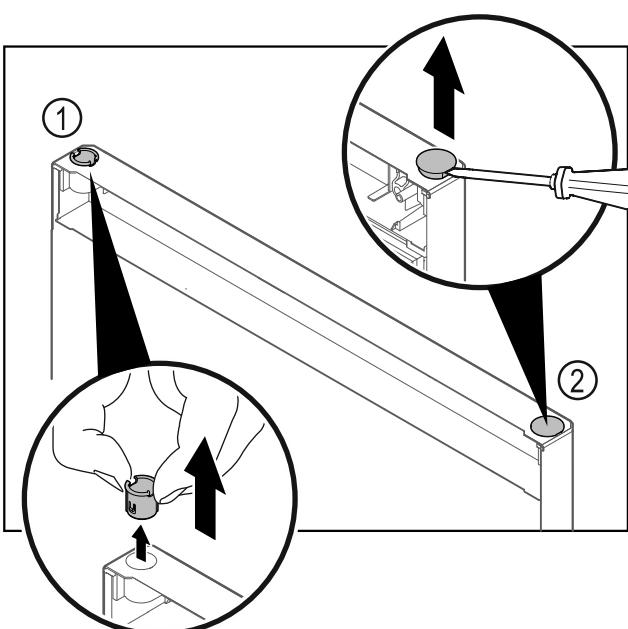

Fig. 28 Πόρτα τμήμα τος συντήρησης
- ▶ Τραβήξτε έξω την υποδοχή μεντεσέ Fig. 28 (1) με τα δάχτυλα.
- ▶ Ανασηκώστε προσεκτικά την τάπα Fig. 28 (2) με ίσιο κατσαβίδι και τραβήξτε την έξω.